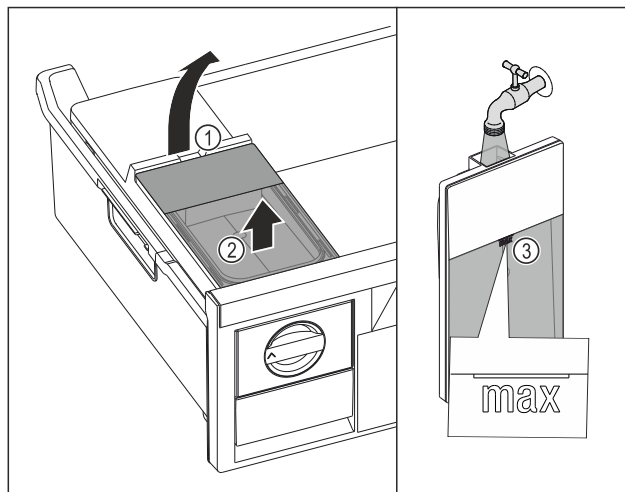

Fig. 97
- Wassertank an der Aussparung Fig. 97 (1) anheben.
- Wassertank nach oben entnehmen. Fig. 97 (2)
- Wassertank bis zur Markierung Fig. 97 (3) mit Trinkwasser befüllen.